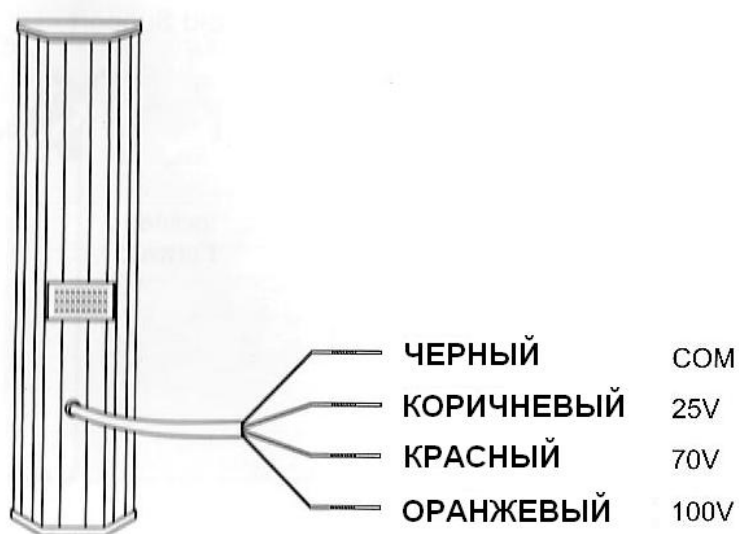

Рис.3
6. Перед подсоединением системы убедитесь, что она рассчитана на сеть 100V, 70V или 25V питания. Правильно подсоедините громкоговоритель, используя тот цвет кабеля, который предназначен для конкретного вида питания (см. рис. 3)